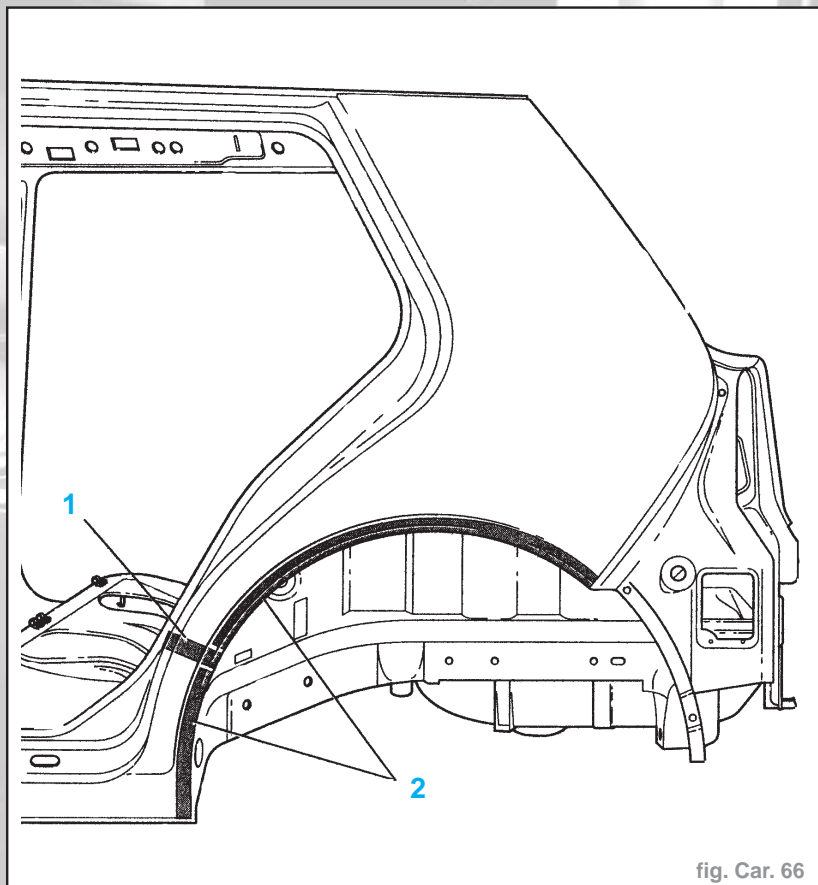

fig. Car. 66
- 1 - Zone remplie de mousse (fig. Car. 66)
2 - Zone collée (fig. Car. 66)